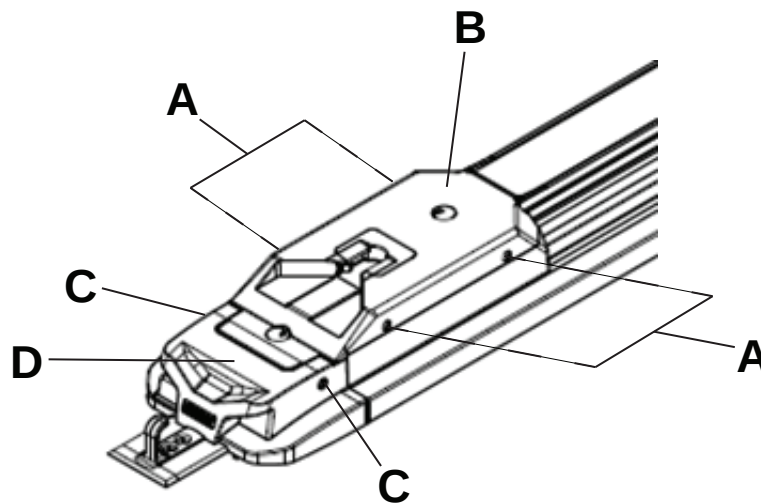

Abbildung 13 – Fußende-Abdeckungsbaugruppe
9. Die vier Innensechskantschrauben (A), mit denen die Fußende-Abdeckungsbaugruppe (B) am Transfersystem befestigt ist, mit einem T27-Torx-Schraubendreher entfernen (Abbildung 13). Die Schrauben aufbewahren.
10. Die beiden Linsenkopf-Innensechskantschrauben (C), mit denen die Fußende-Abdeckungsbaugruppe an der Fußende-Nasenbaugruppe (D) befestigt ist, mit einem T27-Torx-Schraubendreher entfernen (Abbildung 13). Die Schrauben aufbewahren.